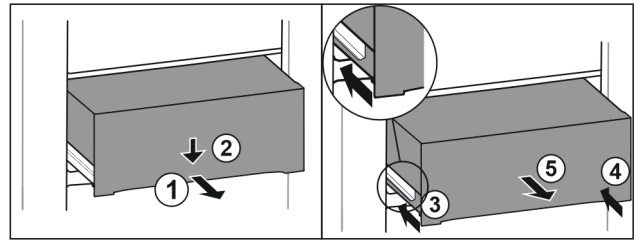

Fig. 138
- ▶ Extraiga el cajón hasta la mitad. Fig. 138 (1)
- ▶ Presionar hacia abajo el cajón de la parte delantera. Fig. 138 (2)
- ▶ Introducir el carril izquierdo unos 2 cm. Fig. 138 (3)
- ▶ Introducir el carril derecho unos 2 cm. Fig. 138 (4)
- ▶ Extraiga el cajón hacia delante. Fig. 138 (5)